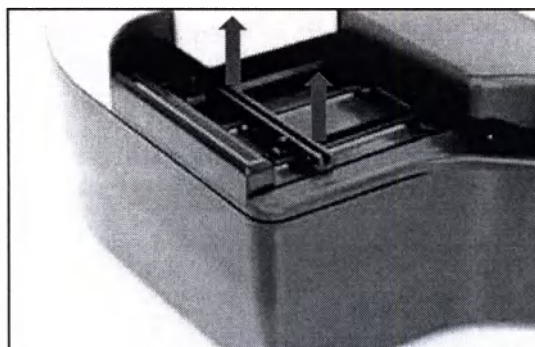

Рис. 4.2 Снятие толкателя полосок
1) Находясь в режиме Stand By, снимите толкатель полосок как показано на рис. 4.2.